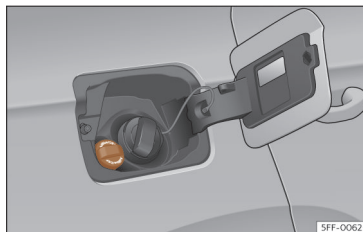

Fig. 202 Tampão do bocal de enchimento do reservatório do AdBlue®.
- Abrir a tampa do depósito >>> **Fig. 202.**
- Gire o tampão de fecho do bocal de enchimento de SCR para a esquerda >>> **Fig. 202.**